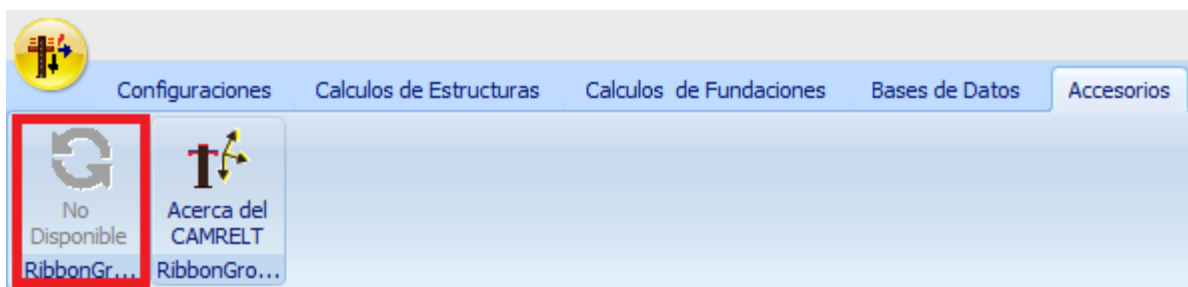

Fig. 13.1
- En una de las opciones se visualiza un aviso de color verde señalando que sí existe una nueva versión de Actualización disponible para descargar (*Ver Fig.13.1*).